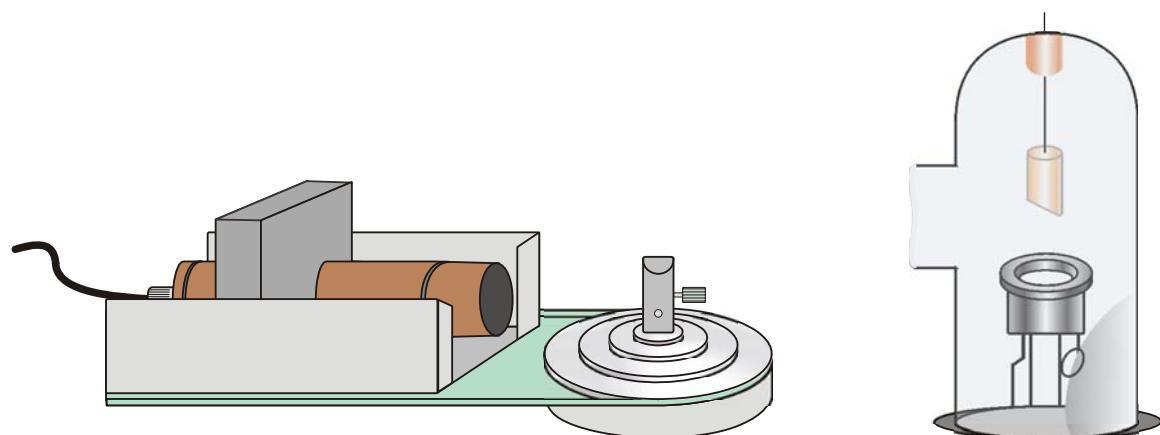

Fig. 3 Einbau des Geiger-Müller-Zählrohrs in den Messarm
- Zählrohrhalter ins Diamagazin im Messarm mit den Federklemmen einsetzen und fixieren (siehe Fig. 3).